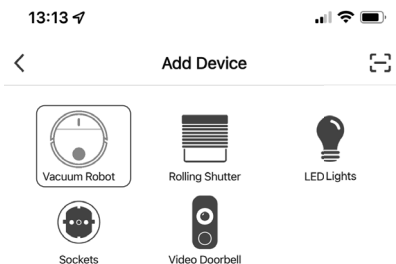

Fig. 2
- ▶ Sélectionnez la catégorie d'appareil **ROBOT ASPIRATEUR LASER** (**voir fig. 2**).